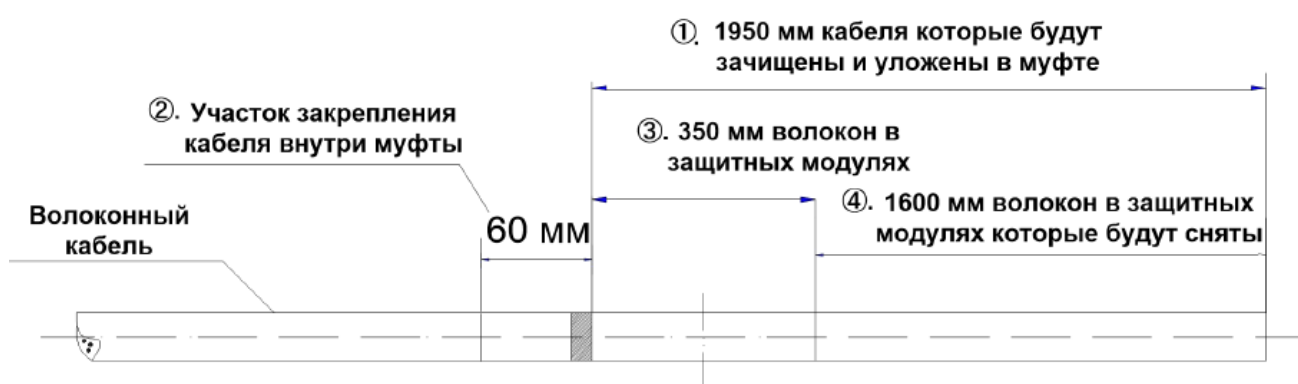

Рисунок 3.2 – Определение длины волоконного кабеля
- Отмерить участок волокон длиной 1600 мм: после выделения волокон из защитных модулей данный запас укладывается внутри кассеты после сварки (рисунок 3.2).